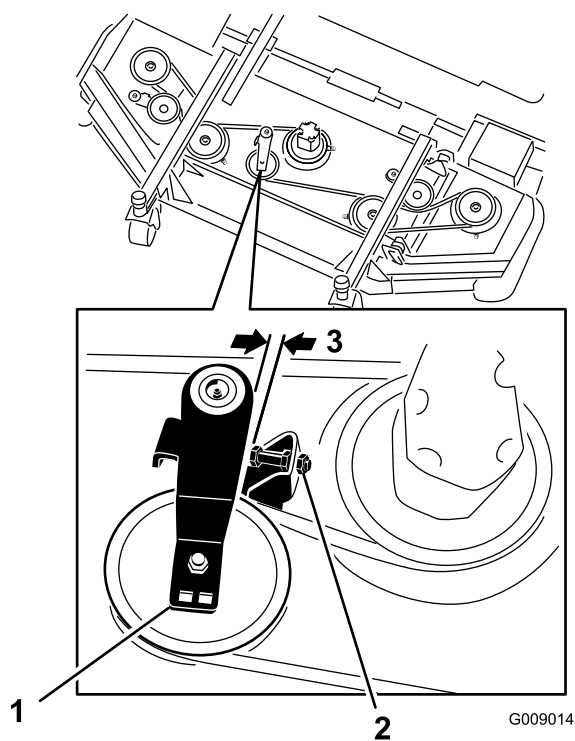

Figure 81
2. Sur le plateau avant, desserrez les écrous de blocage sur la vis d'arrêt de la poulie de tension et vissez la vis d'arrêt dans le support (Figure 81).
3. À l'aide d'une clé à cliquet ou d'un outil similaire, éloignez la poulie de tension (Figure 81) de la courroie d'entraînement pour détendre cette dernière et pouvoir la déchausser des poulies.